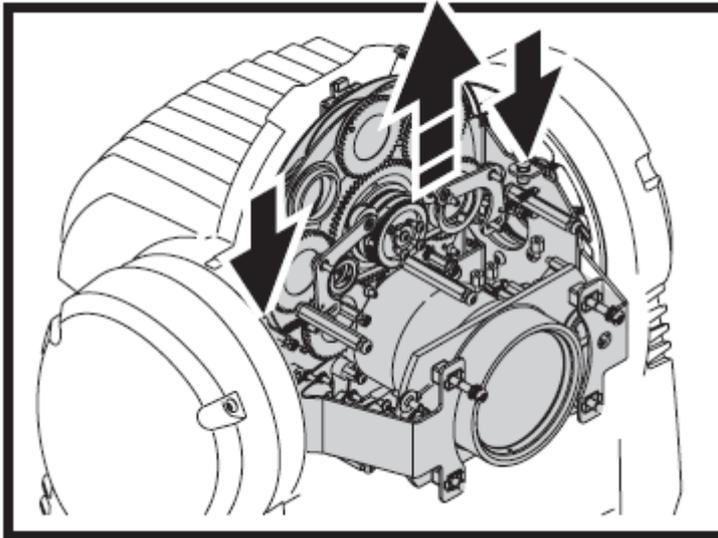

Рис.19. Извлечение модуля эффектов
5.См.рис.19 Извлеките два torx винта (указаны стрелками) с двух сторон от модуля эффектов, извлеките модуль из прибора.